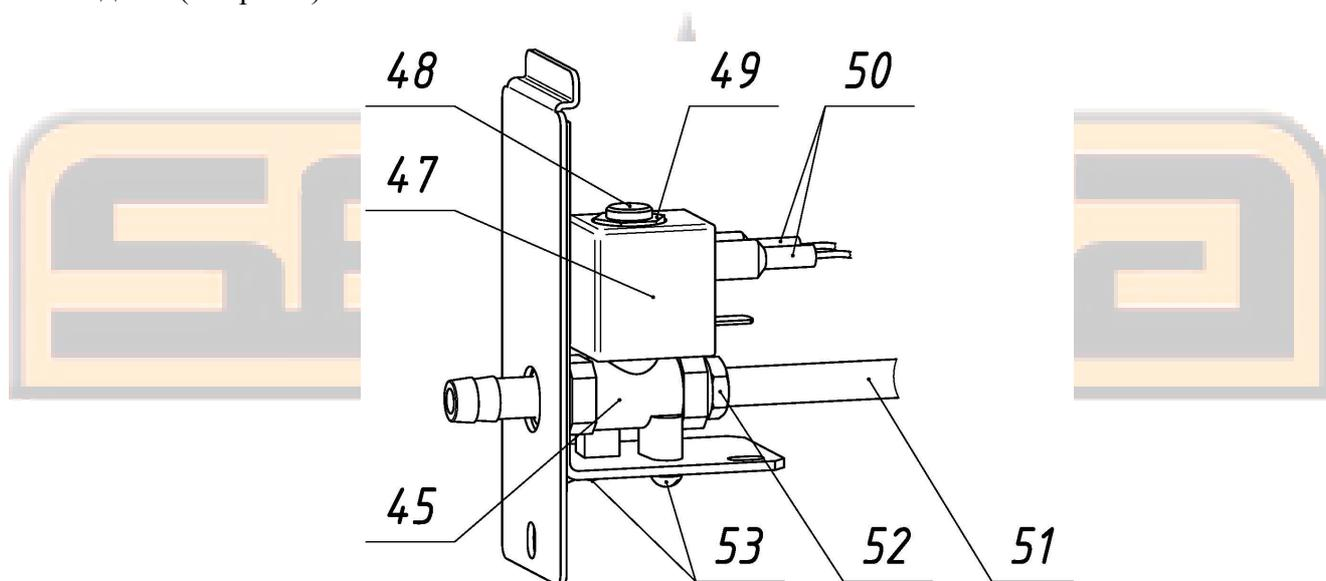

Рис.6 – Лючок с электропневматическим клапаном
8.3. В случае засорения посторонними предметами электропневматического клапана необходимо (см. рис.6):